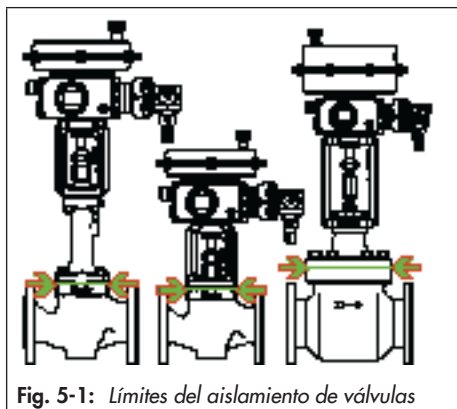

Fig. 5-1: Límites del aislamiento de válvulas
- Las válvulas lineales solo se pueden aislar hasta la brida tapa del cuerpo, ver Fig. 5-1. Esto también aplica a las ejecuciones con pieza de aislamiento para temperaturas del fluido inferiores a 0 °C (32 °F) o superiores a 220 °C (428 °F). ¡Si también se aísla la pieza de aislamiento, ésta pierde su función!